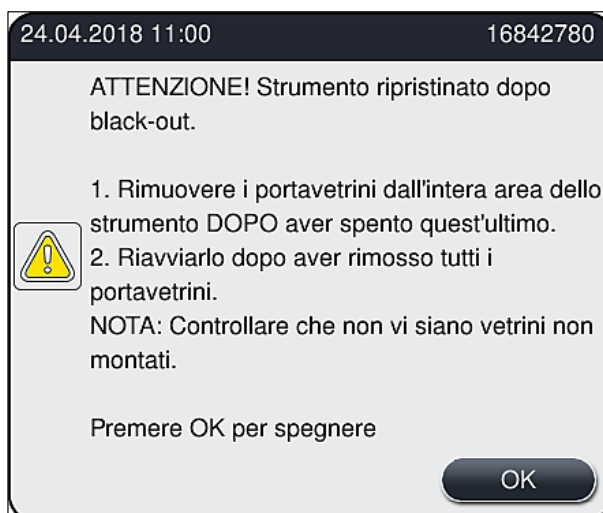

Fig. 109
- Dopo che l'alimentazione è stata ripristinata viene eseguito un riavvio automatico dello strumento. L'utente viene avvisato dell'interruzione dell'alimentazione con un messaggio informativo (→ Fig. 109) visualizzato sullo schermo e l'evento viene inserito nel registro eventi.
① Dopo il ripristino dell'alimentazione lo strumento viene riavviato automaticamente. Viene emesso un segnale acustico di avviso e viene visualizzato un messaggio di avviso sul display (→ Fig. 109).
Quindi seguire le istruzioni nel messaggio informativo (→ Fig. 109) e rimuovere i vetrini dallo strumento.